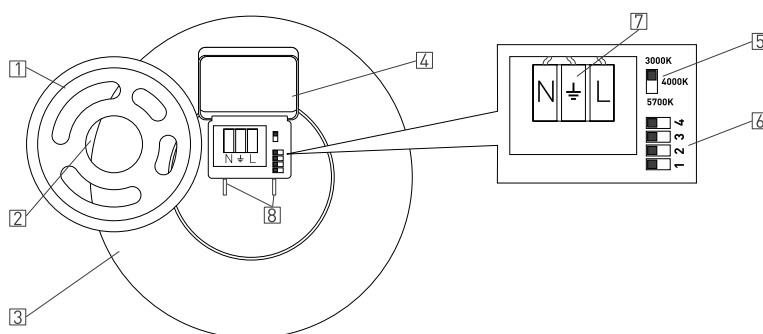

Рис. 2. Установка и настройка светильника
- Перед установкой светильника следует настроить требуемый режим работы. Для этого предусмотрены DIP-переключатели датчика движения и освещения [6] и переключатель ССТ [5], расположенные внутри светильника. Для доступа к ним необходимо снять монтажное основание [1], повернув его против часовой стрелки относительно корпуса светильника [3] (см. рис. 2), и открыть крышку коммутационного отсека [4], зажав держатели [8] и поднимая крышку [4] вверх.